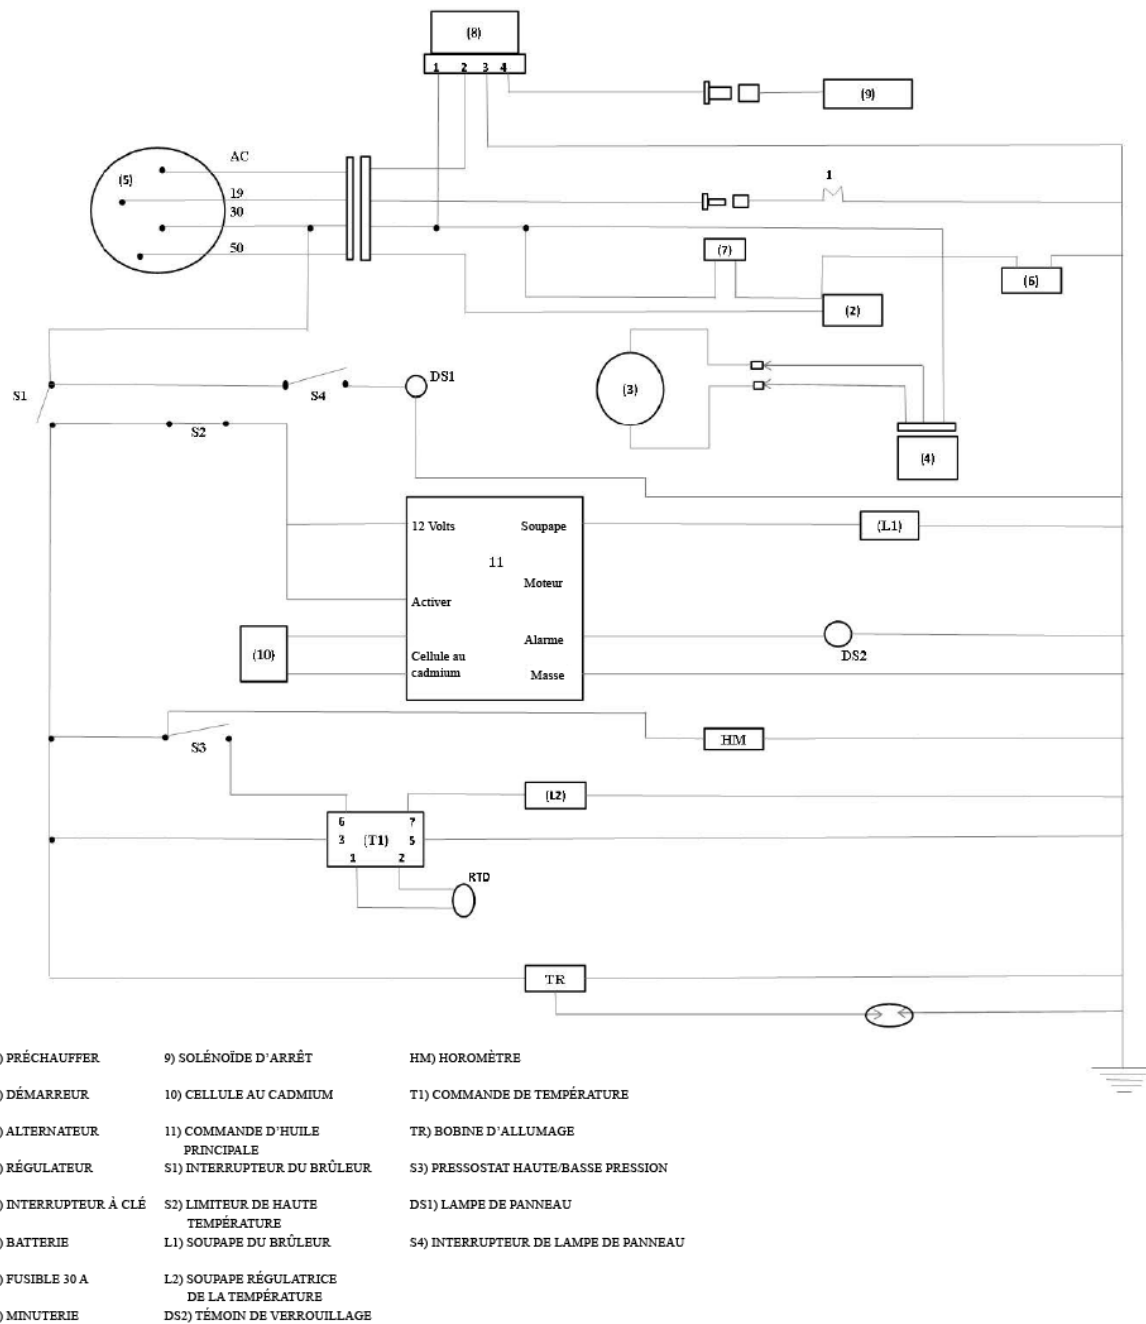

Figure 4-6. Schéma du circuit électrique de l'appareil de chauffage
- 4.27 Reportez-vous à la **figure 4-6** pour la description suivante du système électrique de cet appareil.
- Une batterie de 12 volts (6) alimente tous les circuits de commande. La borne négative de la batterie correspond à la masse électrique du système qui est similaire à la plupart des systèmes automobiles.
- Un interrupteur à clé (5) doit être mis et maintenu à la position fermée pour faire démarrer le moteur diesel.
- La fermeture de la clé fournit un circuit pour exciter le solénoïde de démarrage (2). Ses contacts se ferment, ce qui fournit un circuit entre la batterie et le démarreur.
- Grâce à l'interrupteur (S1), l'horomètre (HM) est activé pour enregistrer la durée de fonctionnement totale.
- Lorsque l'interrupteur (S1) se ferme, l'alimentation de la batterie est fournie à la bobine d'allumage (TR) qui fournit une haute tension pour produire un arc continu à travers l'écartement pour enflammer le carburant.
- Pendant le fonctionnement du moteur, l'alternateur (3) produit une tension qui est maintenue par le régulateur de tension (4) pour recharger la batterie.
- (e) Retirez le couvercle de la sortie d'air et fixez les conduits flexibles. Un conduit flexible de 30 mm (12 po) peut être raccordé directement au connecteur de conduit, à la sortie d'air de l'échangeur thermique (voir la figure 4-6). Dans le cas de conduits flexibles de 15 mm (6 po), installez un adaptateur de conduits de 15 mm (6 po) à 30 mm (12 po) à l'extrémité d'un conduit de 30 mm (12 po).